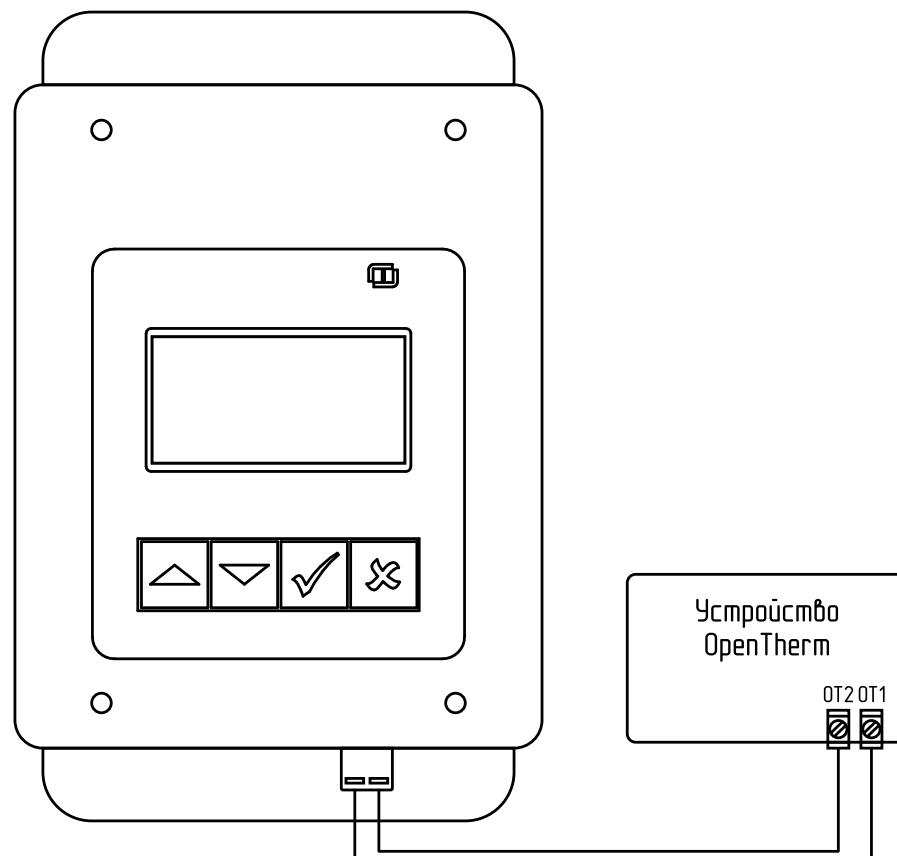

Рис.9 Схема подключения OpenTherm
9.5.1. Система удалённого управления котлом по шине OpenTherm подключается к блоку индикации электрокотла с помощью разъема на блоке индикации (Рис.3 поз.14 и Рис.9).